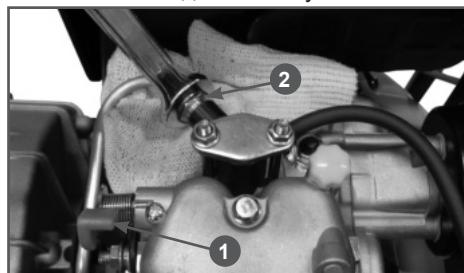

Рис. 15 Удаление воздуха из топливной системы
2. Рожковым ключом 17 мм открутите гайку 2 крепления топливной трубы высокого давления к форсунке на 1-1,5 оборота (Рис. 15). Поместите под гайкой крепления топливной трубы высокого давления кусок ветоши.
4. Нажмите вниз рычаг 1 декомпрессора (Рис. 15) и одновременно, при нажатом вниз рычаге декомпрессора, проворачивайте коленчатый вал
7. Опустите рычаг 1 декомпрессора вниз (Рис. 15). Рычаг должен зафиксироваться в нижнем положении (он автоматически вернется в исходное положение после запуска, или когда вы снова потяните за ручку стартера).
5. Одной рукой удерживайте рычаг 1 декомпрессора в нижнем положении (Рис. 15), второй рукой поверните ключ зажигания в положение «START» и, удерживая его, раскрутите двигатель до максимальных оборотов. Отпустите рычаг декомпрессора, после чего двигатель начнет запускаться, произведя первую вспышку в камере сгорания.